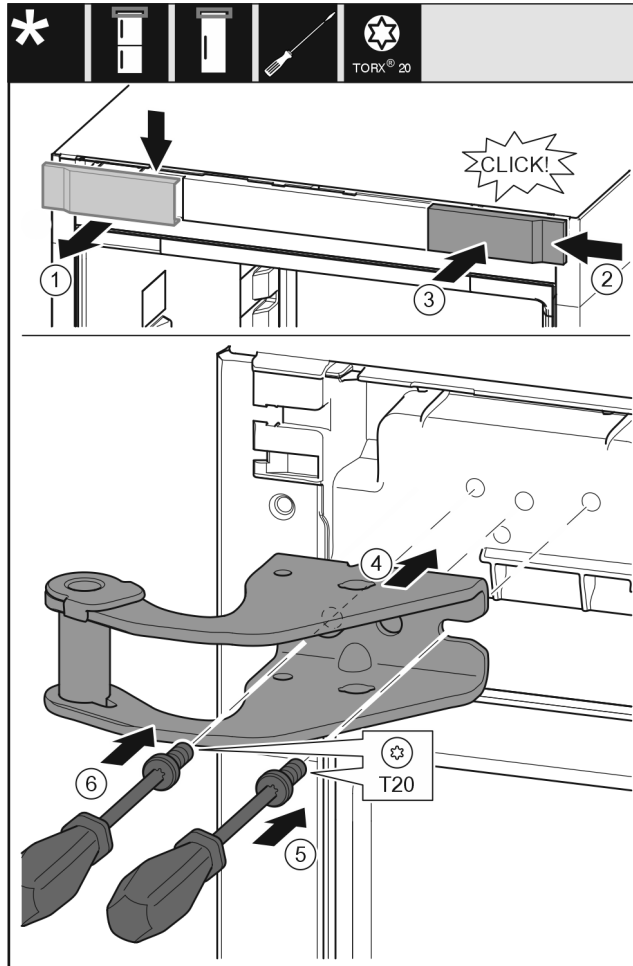

Fig. 11
- Ota suojus Fig. 11 (1) pois ylhäältä eteenpäin.
- Kiinnitä suojus Fig. 11 (2) oikealta toiselle puolelle 180° käännettynä.
- Lukitse suojus Fig. 11 (3) paikalleen.
- Aseta ylempi laakerijalusta Fig. 11 (4).
- Aseta ruuvi Fig. 11 (5) ja kiristä ruuvimeisselillä.
- Aseta ruuvi Fig. 11 (6) ja kiristä ruuvimeisselillä.